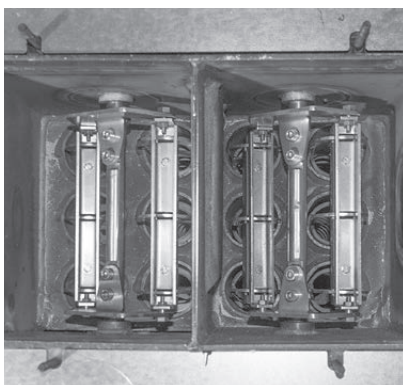

Fig. 70 Pulire la superficie riscaldante superiore
- ▶ Aspirare le parti superiori della superficie riscaldante o pulire con il pennello per la pulizia – Fig. 70.